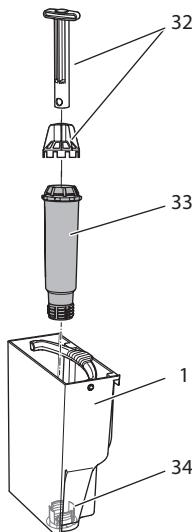

Fig. 19: Enroscar/desenroscar el filtro de agua
- Retira el filtro de agua (véase Fig. 19 en la página 158).
9. Coloca un filtro nuevo dentro del depósito de agua (véase Fig. 19).
3. Retira el filtro de agua (véase Fig. 19).